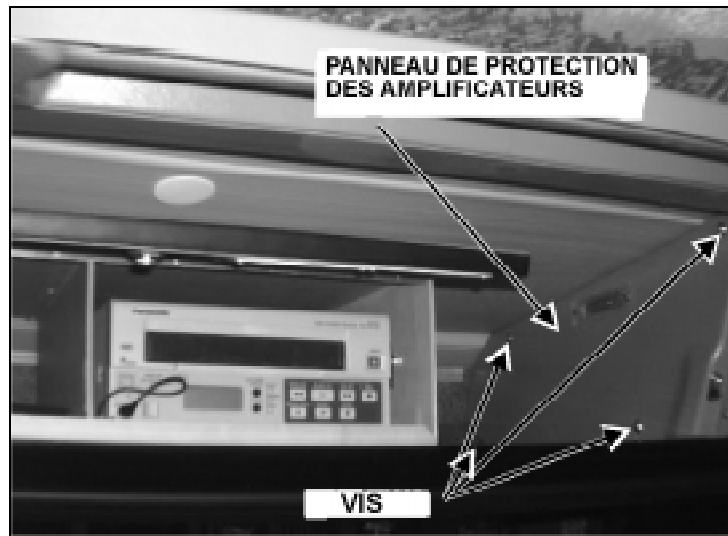

FIGURE 4
2. Enlever les vis fixant le panneau de protection des amplificateurs situé dans le porte-colis (fig.4 et 5) et le retirer.